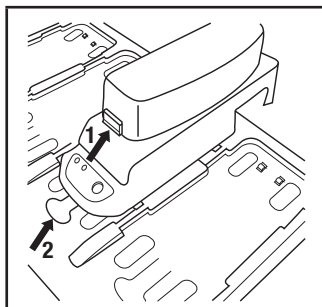

Fig. 3 – Retrait du support
- Retrait : Pour dégager le bloc-piles du support, appuyer sur la languette de dégagement bleue située sur la pile, puis le soulever (Fig. 3, n° 1).
- On peut laisser le support de charge TR-640 sur le chargeur TR-944N si désiré. Pour dégager le support de la base, appuyer sur la languette de dégagement ovale située sur la base, faire glisser le support vers l'avant, puis le soulever (Fig. 3, n° 2). Prendre soin de ne pas se pincer les doigts lorsque l'on fait glisser le support vers l'avant.